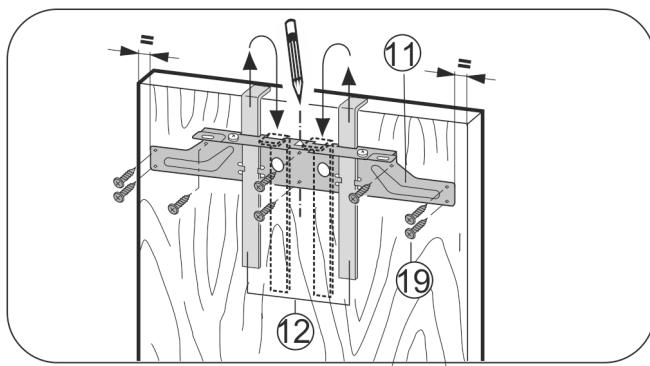

Fig. 26
- Objesite pričvrsnu poprečnu letvicu Fig. 26 (11) pomoću montažnih pomagala Fig. 26 (12) na unutarnju stranu vrata namještaja.
- Poravnajte pričvrsnu poprečnu letvicu Fig. 26 (11) u sredini na vratima.
- Pričvrstite pričvrsnu poprečnu letvicu Fig. 26 (11) s najmanje 6 vijaka Fig. 26 (19).
- Pričvrstite pričvrsnu poprečnu letvicu Fig. 26 (11) s najmanje 4 vijaka Fig. 26 (19) na rubu.
- Pomoćne kutnike Fig. 26 (12) izvucite prema gore, okrenite na suprotnu stranu i ugurajte u susjedne otvore.